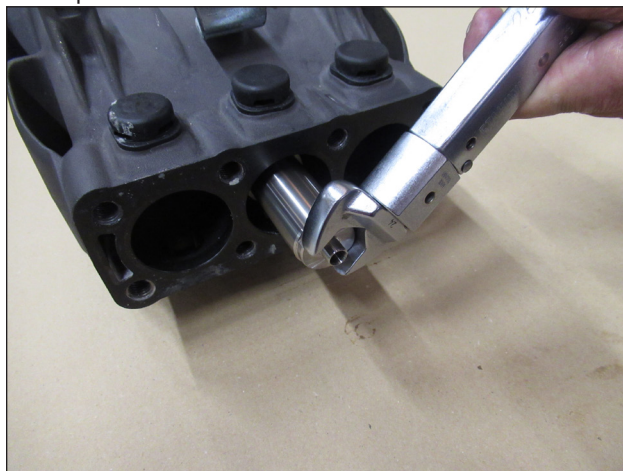

Fig. 49
- A) Monter l'entretoise (Fig. 49) et serrer sur la tige de guidage du piston.